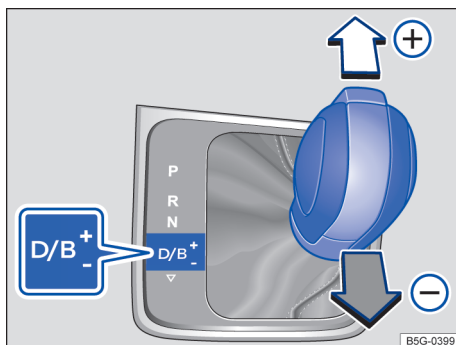

Fig. 109 Alavanca seletora na posição Tiptronic (veículos com direção à esquerda). Veículos com direção à direita são espelhados.
- Mover a alavanca seletora para frente (+) ou para trás (-) para aumentar ou diminuir a marcha → Fig. 109.